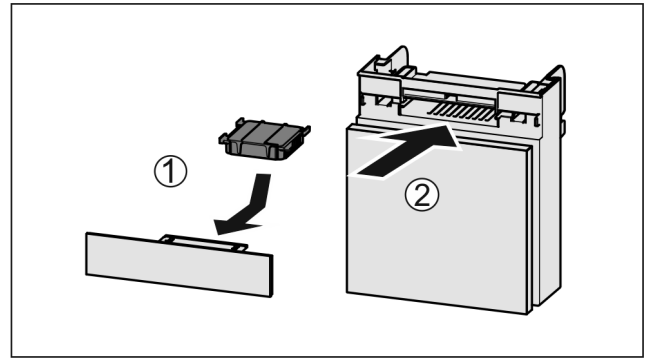

Fig. 167
- ▶ Поставете Fig. 167 (1) филтъра с активен въглен, както е показано на фигурата.
- ▶ Вкарайте Fig. 167 (2) отделението.